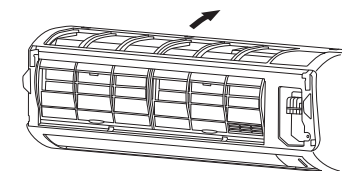

Fig. 3-43
- (1) Quando instalar a grade, coloque a parte inferior da grade na armação primeiro. (Fig. 3-43)